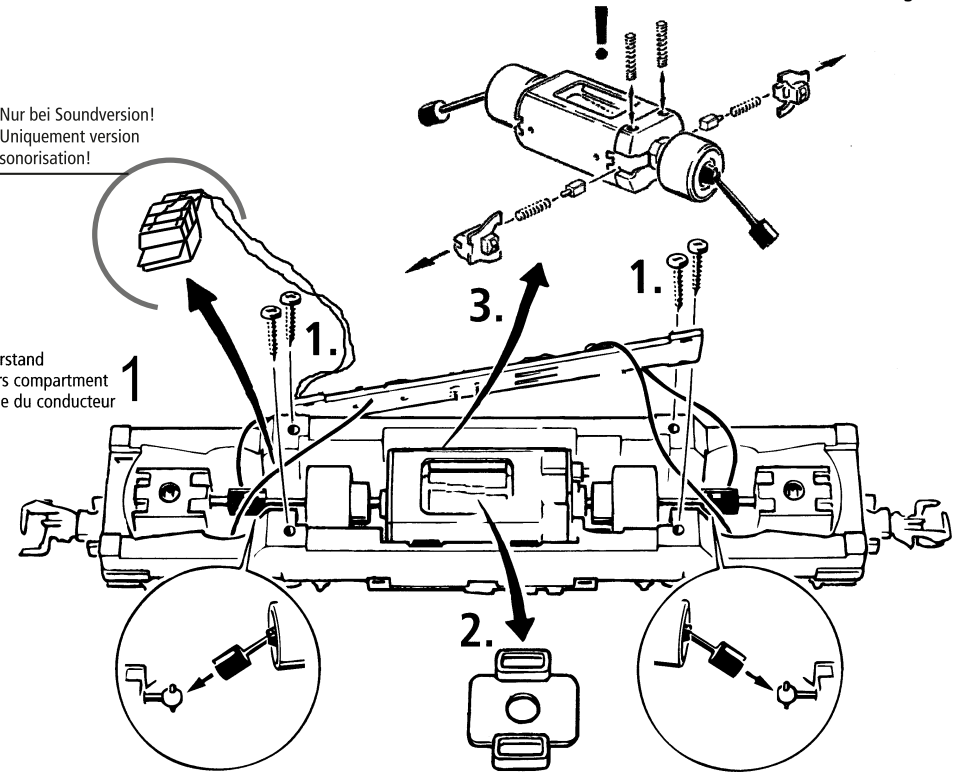

Fig. 9
4. Kohlebürstenwechsel: Lokgehäuse abnehmen (Fig. 3). Danach wird der Motor ausgebaut und die Kohlebürsten ausgewechselt (Fig. 9).
4. Carbon Brush Changing: First remove loco body (fig. 3), and then the motor (fig. 9).
2. Graissage: N'appliquez **qu'une toute petite goutte** aux endroits indiqués par le plan de graissage (fig. 9) après avoir démonté la caisse de la locomotive (fig. 4). Nous vous recommandons **le graisseur à huile Roco réf. 10906**. Pour graisser les engrenages (roues dentées, vis sans fin) nous vous conseillons la **graisse spéciale Roco réf. 10905** pour engrenages en matières synthétiques. Lorsque vous utilisez cette graisse il faut éviter d'huiler ces composants.